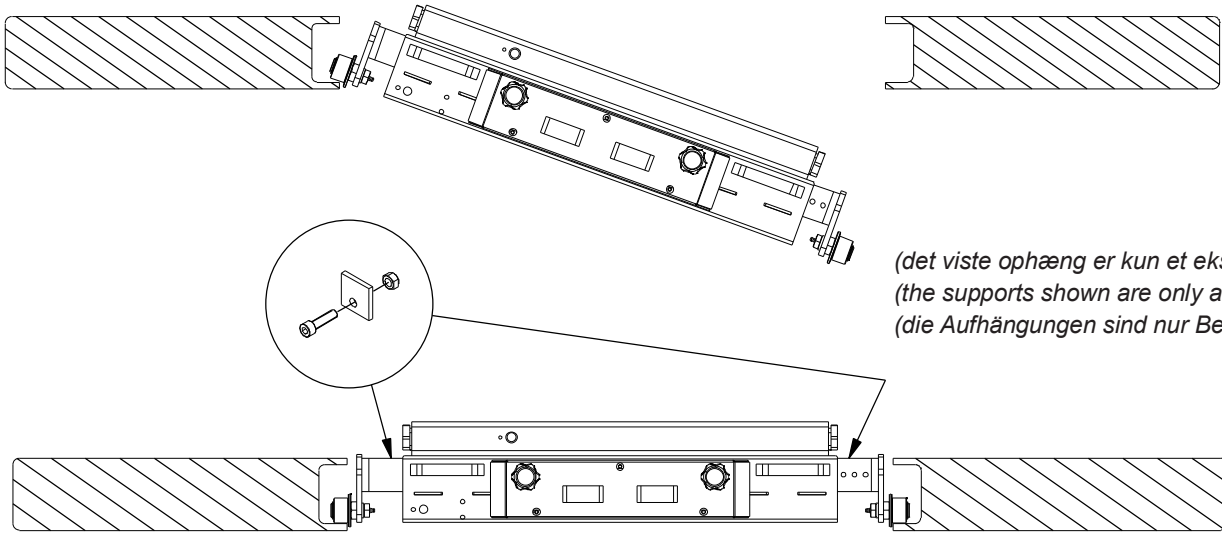
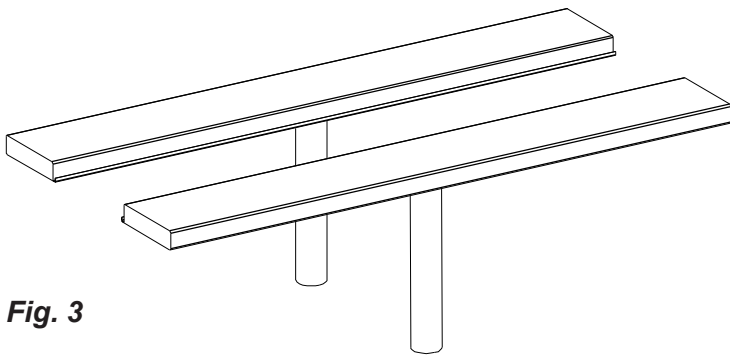
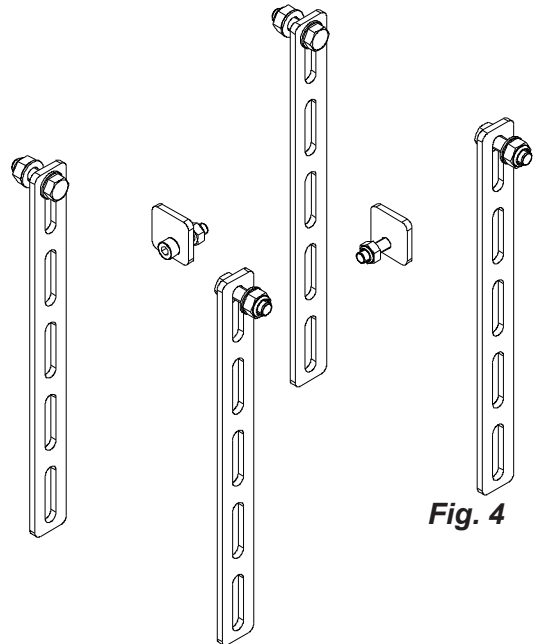

Fig. 2
Fig. 3
Fig. 4
(NO) Hvis der er nedstyrtningsfare (flade ophæng, ruller uden styr o.l.) skal ophængene sikres mod nedstyrning ved at låse udtrækkene, når ophængene støtter korrekt i begge sider. De relevante ophæng omfatter 2 firkantede låseplader med skrue og møtrik, som monteres i hver sit udtræk (se figur 2). Hvis der desuden vurderes at være fare for afsporing af sakse donkraften, skal ophænget sikres yderligere, især ved lifttyper som fig. 3, der har svært ved at holde kørebanerne parallelle. Sikringens udførelse beror på montørens vurdering i hvert enkel tilfælde. Alle relevante ophæng indeholder sikkerhedskit 6235325 eller 6235330 (fig. 4), som tilpasses ophæng og lift i henhold til montørens vurdering.
To ensure against collapsing (flat support arms, rolls without steering etc.) the support arms must be secured by locking them, once the supports are resting safely in both sides. The relevant supports include 2 square joints with screw and nut to be mounted one in each support arm (please refer to fig. 2). In case of danger of derailing or any other form of crashing it is important to take the relevant precautions, especially for lift types as fig. 3. There may be difficulties in having this lift type keep the ramps parallel. It is up to the assessment of the serviceman how to carry out the securing of the support arms in each case. All relevant support arms include safety-kit 6235325 or 6235330 (fig. 4), which can be adapted to lift and support arms depending on an individual assessment done by the serviceman.
Um einen Einsturz zu verhindern (flache Stützarme, Rollen ohne Führung usw.), müssen die Stützarme gesichert werden, indem sie verriegelt werden, sobald sie sicher auf beiden Seiten aufliegen. Die entsprechenden Unterstützungen umfassen 2 viereckige Verbindungen mit Schraube und Mutter, von denen an jedem Stützarm eine montiert werden muss (siehe Abb. 2). Bei Gefahr der Entgleisung oder irgendeiner Art vom Absturz, muss man sich zusätzlich sichern, besonders bei Lift Typen wie fig. 3, da es schwierig sein kann, die Fahrbahnen parallel zu halten. Der Monteur soll in jedem einzelnen Fall beurteilen, wie die Ausführung der Sicherung der Aufhängungen ausgeführt werden muss. Alle relevanten Aufhängungen sind mit Teilen des Sicherheits-Sets (Art. 6235325 oder 6235330, Abb. 4) ausgestattet, die an Aufhängung und Lift anzupassen sind (nach Ermessen des Monteurs).
Pour éviter toute chute (bras de support plats, rouleaux sans direction, etc.), les bras de support doivent être sécurisés par verrouillage une fois les supports reposant en toute sécurité des deux côtés. Les supports concernés comprennent 2 joints carrés avec boulon à monter (un par bras support), veuillez vous reporter à la fig. 2. En cas de danger de déraillement veuillez prendre d'avantage de précautions surtout à l'utilisation des ponts élévateurs (voir fig. 3) qui arrivent difficilement à garder les rails/chemins de roulement parallèle. Chaque cas doit être étudié par l'installateur qui choisit les actions à prendre. Tous les bras de soutien comprennent le kit de sécurité 6235325 ou 6235330 (fig. 4) qui peut être adapté pour soulever et soutenir les bras en fonction de l'évaluation individuelle effectuée par le technicien de maintenance.
För att förhindra att produkten kollapsar (ihopsjunkna stödarmar, rullar utan styrning osv.) måste stödarmarna säkras genom att låsas när stöden står stadigt på båda sidor. De tillhörande stöden inkluderar 2 fyrkantiga fästen med skruv och mutter som ska monteras på varje stödarm enligt beskrivning i bild 2. Om det dessutom kan finnas risk för att sakse donkraften kommer ur spår ska du säkra upphängningsanordningen ytterligare, särskilt vid lifttyper som fig. 3, som har svårt med att hålla körebanorna parallella. Hur säkringen görs beror på montörens bedömning i de olika fallen. Alla relevanta stödarmar innehåller säkerhetssats 6235325 eller 6235330 (fig. 4),
Als beveiliging tegen ineenklappen (platte steunarmen, rollen zonder besturing etc.) moeten de steunarmen worden vastgezet door ze te vergrendelen nadat de steunen veilig in beide zijden rusten. De betreffende steunen omvatten twee vierkante verbindingstukken met schroef en moer die elk in een steunarm moeten worden gemonteerd (zie fig. 2). Het is belangrijk dat de nodige voorzorgsmaatregelen worden getroffen om de kans op afsporing of vallen te voorkomen, in het bijzonder bij hefbruggen zoals fig. 3. Het parallel laten lopen van dit heftoestel met de hefbrug kan lastig zijn. De installateur zal bij iedere plaatsing afzonderlijk moeten beoordelen op welke wijze de draagarmen dienen te worden gezekerd. Alle relevante steunarmen omvatten veiligheidskit 6235325 van 6235330 (afb. 4), die kunnen worden aangepast om armen te tillen en ondersteunen, volgens de individuele beoordeling van de technicus.
En caso de riesgo por desplome (brazos de soporte planos, rodillos sin guía, etc.), los soportes deben asegurarse bloqueando los brazos de soporte, una vez que los soportes estén colocados de forma segura en ambos lados. Los soportes correspondientes incluyen 2 placas cuadradas con tornillo y tuerca, que deben montarse en cada brazo de soporte (consulte la ilustr. 2). Si el riesgo de descarrillamiento continua, es necesario tomar las precauciones relevantes, especialmente en plataformas elevadoras como la de la fig. 3. que presentan dificultad para mantener las rampas paralelas. Es responsabilidad del experto asegurarse de la seguridad con respecto al uso de los brazos de soporte. Todos los brazos de apoyo correspondientes incluyen el equipo de seguridad 6235325 o 6235330 (fig. 4), que se puede adaptar a los brazos de elevación y apoyo dependiendo de la valoración realizada en cada caso por el técnico de servicio.
Se sussiste il pericolo di caduta (sospensioni piate, rulli fuori guida ecc.), prevenire la caduta delle sospensioni fissando le prolunghie dopo aver supportato correttamente le sospensioni a entrambi i lati. Le sospensioni in oggetto comprendono due piastre di bloccaggio quadrate con vite e dado, da montare nella corrispondente prolunga (fig. 2).
Se persiste il pericolo di sfilamento del martinetto a pantografo, bloccare ulteriormente le sospensioni, in particolare nelle configurazioni di sollevamento mostrate in fig. 3, dove è difficile mantenere parallele le corsie. Tutte le sospensioni in oggetto comprendono un kit di sicurezza 6235325 o 6235330 (fig. 4), che l'installatore dovrà applicare a sospensioni e sollevatore in base a valutazione specifica.